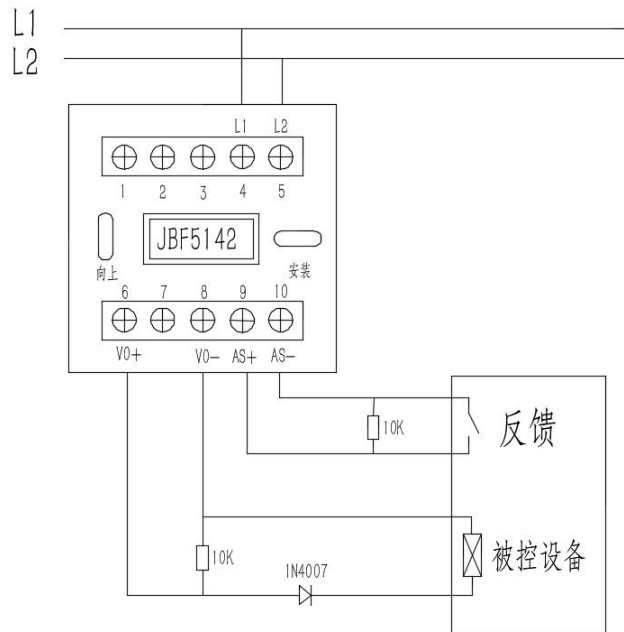

图 3 接线示意图
- ◆ 连接在 AS+和 AS-上的监视设备的动合端必须并联 10K $\Omega$ 终端电阻。见图 3。
- ◆ VO+（端子 6）、VO-（端子 8）：接被控设备（脉动触点）。模块启动后 VO+（端子 6）和 VO-（端子 8）可以脉冲输出或持续输出。见图 3。